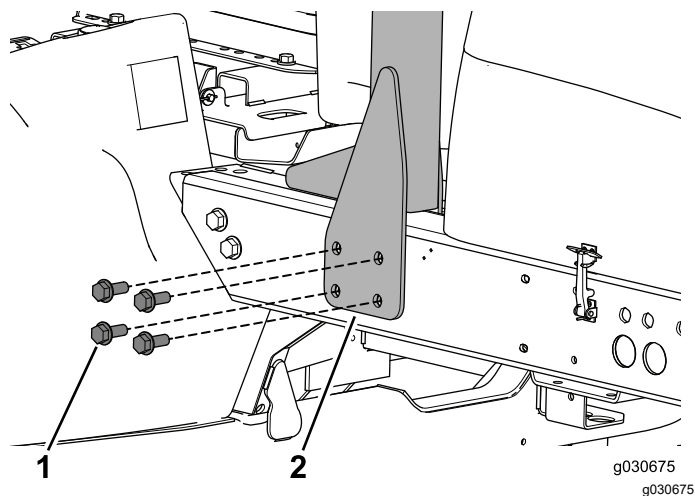

図 8
1. ROPS を機体左側に固定しているボルトを取り外す 図 8。